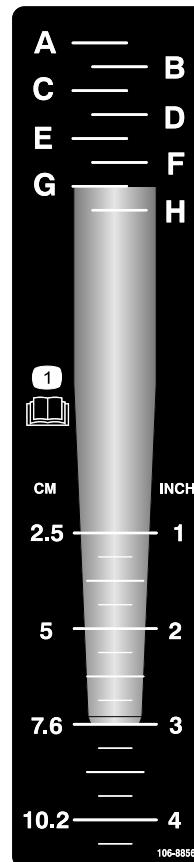

Рисунок 23
- Положите зуб на наклейку глубины аэрации, расположив конец зуба на линии с требуемой глубиной аэрации, как показано на Рисунок 23.
- с монтажным концом зуба (Рисунок 23). Настройте устройство регулировки глубины по соответствующей букве на наклейке.